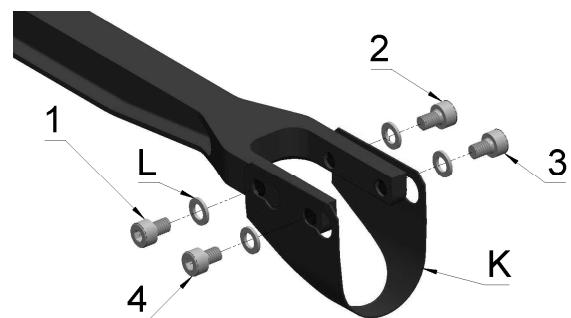

Abb. 6 Klingenanschluß Gerät EFA-RZ100
- Klinge (Pos. K Abb.6) zuerst mit Scheibe (Pos. L Abb.6) und Schraube (Pos. 1 Abb.6) fixieren.
- Scheibe (Pos. L Abb.6) mit Schraube (Pos. 2 Abb.6) fixieren.
- Scheibe (Pos. L Abb.6) mit Schraube (Pos. 3 Abb.6) fixieren.
- Scheibe (Pos. L Abb.6) mit Schraube (Pos. 4 Abb.6) fixieren.